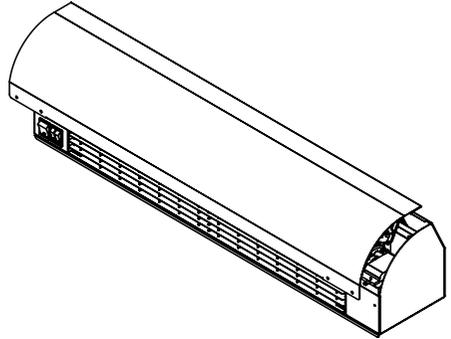

Рисунок 5.
- Удерживая крышку за верхнюю часть, аккуратно снять последнюю с завесы (см. рисунок 5).